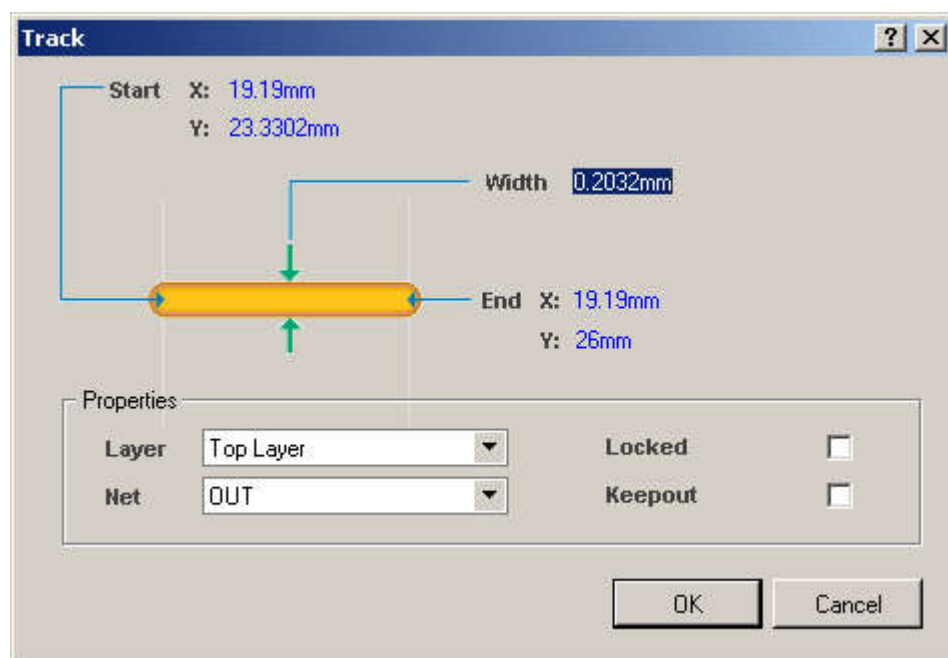

Рисунок 49 – Изменение параметров сегмента проводника.
1. Выполним двойной щелчок левой кнопкой мыши на сегменте проводника, соединяющего резистор R7 с контактом розетки XS1. Откроется окно редактирования параметров объекта Track (рисунок 49).